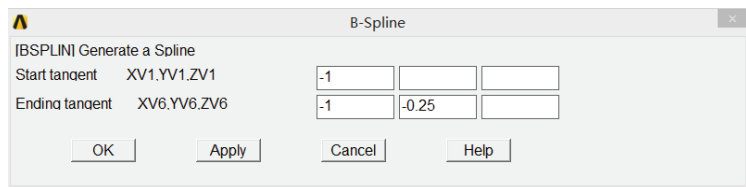

图 4-8 创建样条曲线对话框
4) 选择 Main Menu | Preprocessor | Modeling | Create | Lines | Splines | With Options | Spline thru KPs 命令, 出现 B-Spline 拾取菜单, 在输入栏中输入 2, 3, 4, 5, 单击 OK 按钮, 出现 B-Spline 对话框, 参照图 4-8 对其进行输入, 单击 OK 按钮关闭该对话框。